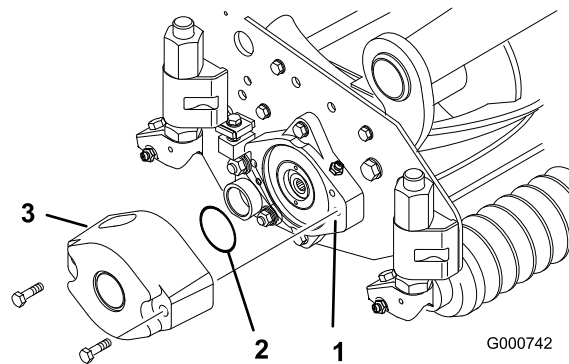
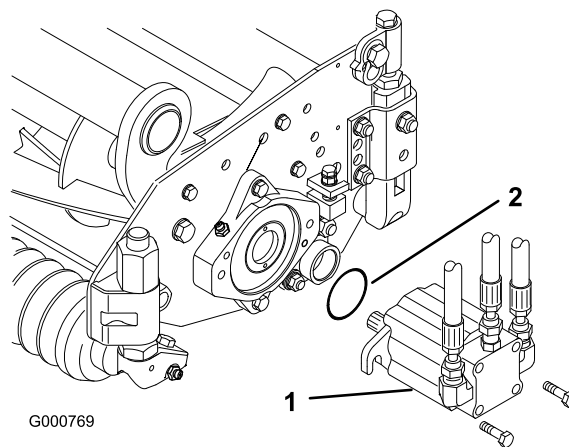

Рисунок 15
Рисунок 18
3. Смажьте и установите большое уплотнительное кольцо в канавку корпуса подшипника на каждом конце режущего блока (Рисунок 15 и Рисунок 18).
4. Установите противовес на соответствующий конец каждого режущего блока с помощью прилагаемых колпачковых винтов (Рисунок 15).